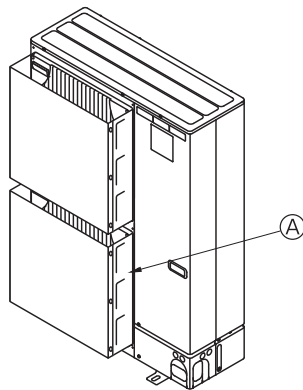

Fig. 3-3
- ② Τοποθετήστε έναν προαιρετικό οδηγό αέρα, εάν πρόκειται να εγκαταστήσετε τη μονάδα σε σημεία όπου υπάρχει ενδεχόμενο να φυσούν απευθείας στο στόμιο εξαγωγής του αέρα πολύ δυνατοί άνεμοι κτλ. (Fig. 3-3)